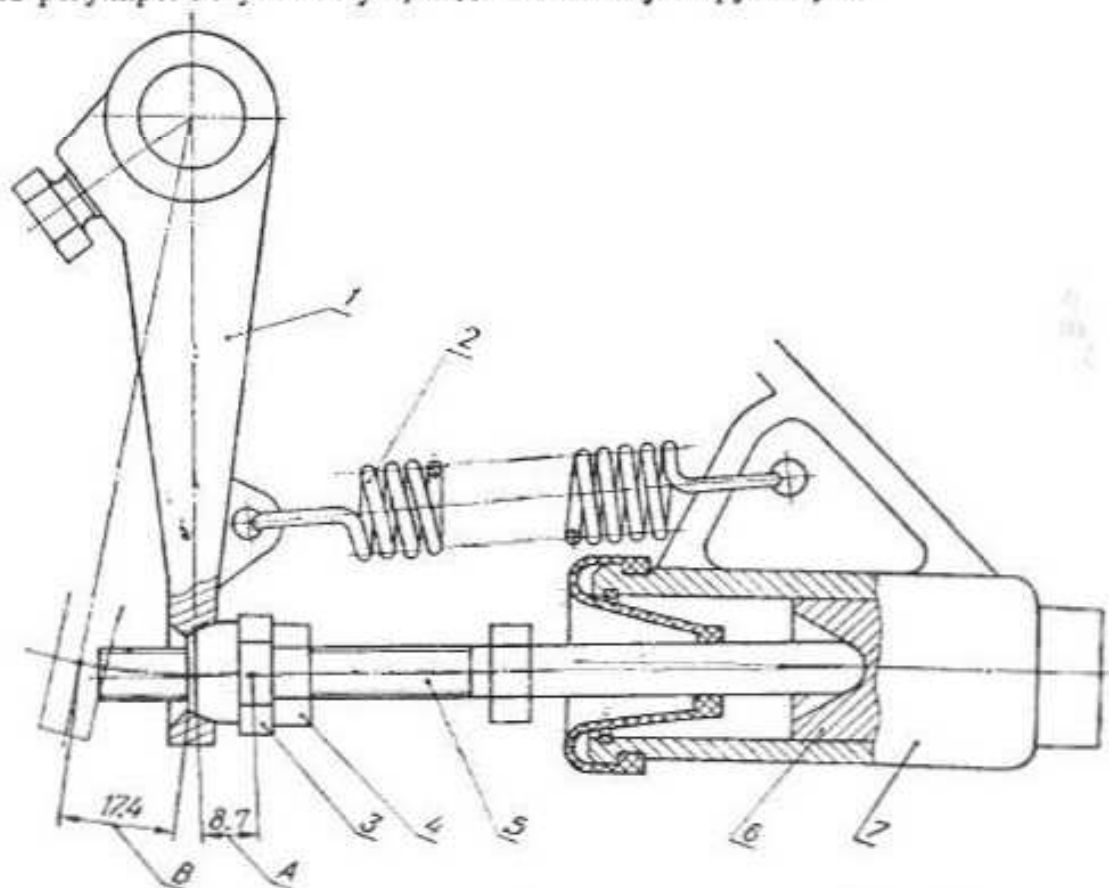

Рис. 35. Регулировка свободного хода педали сцепления:
1. Периодические проверки и, если требуется, регулировки свободного хода педали сцепления, который должен быть 25—60 мм. При регулировке необходимо снять оттяжную пружину 2 (рис. 35) и, предварительно отодвинув рычаг 1 вилки вместе с толкателем 5 до упора последнего в поршень 6, переместить рычаг 1 влево до упора. Ход рычага 1 относительно регулировочной гайки 3 толкателя 5 должен быть в пределах 3—4 мм. В случае, если ход рычага меньше чем нужно, придерживая ключом толкатель 5, следует отпустить контргайку 4 и, поворачивая регулировочную гайку 3 и проверяя ход рычага, установить его свободный ход в пределах 3—4 мм, а затем законтрировать регулировочную гайку 3, надеть оттяжную пружину 2.